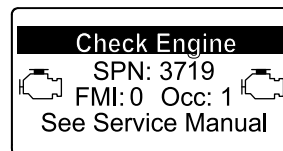

Figura 49
- Se for necessária uma regeneração de recuperação, o InfoCenter mostra o aviso do motor SPN 3719, FMI 16 (Figura 49) e o computador do motor reduz a potência do motor para 85%.